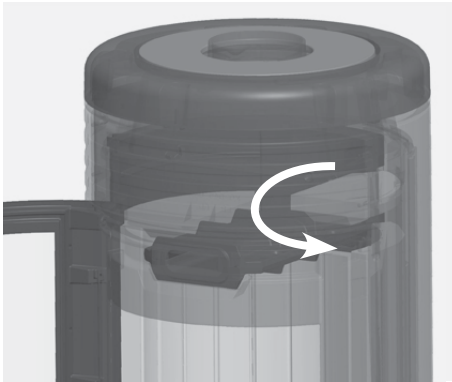

Abb. 4.28 Umlenksteine drehen
- drehen Sie die Umlenksteine um 90° zur Gerätemitte (siehe Abb. 4.28) und